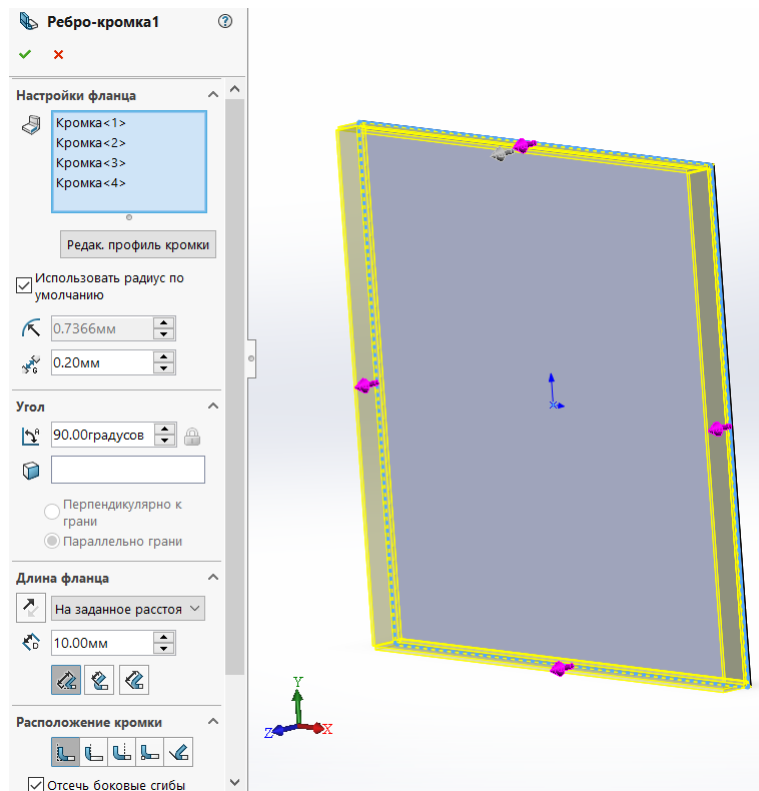

Рисунок 26 – создание кромок на крышке
33. Используя операцию «Ребро-кромка» построить четыре кромки высотой 10 мм (рис. 26).